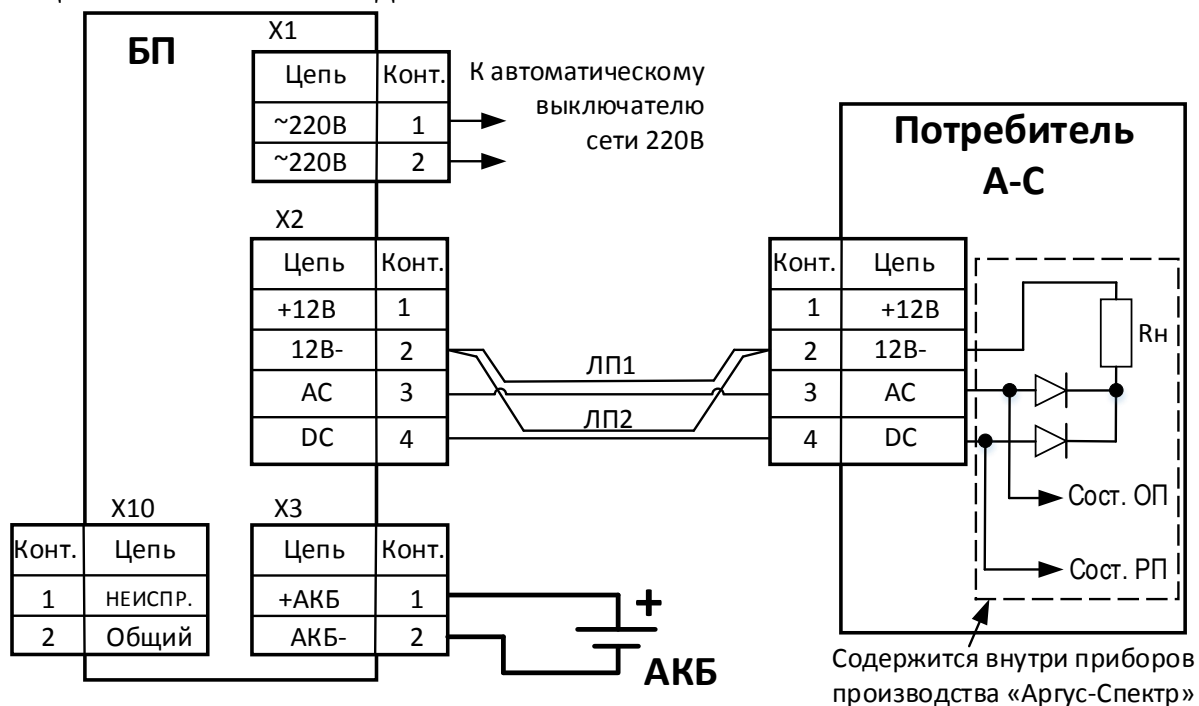
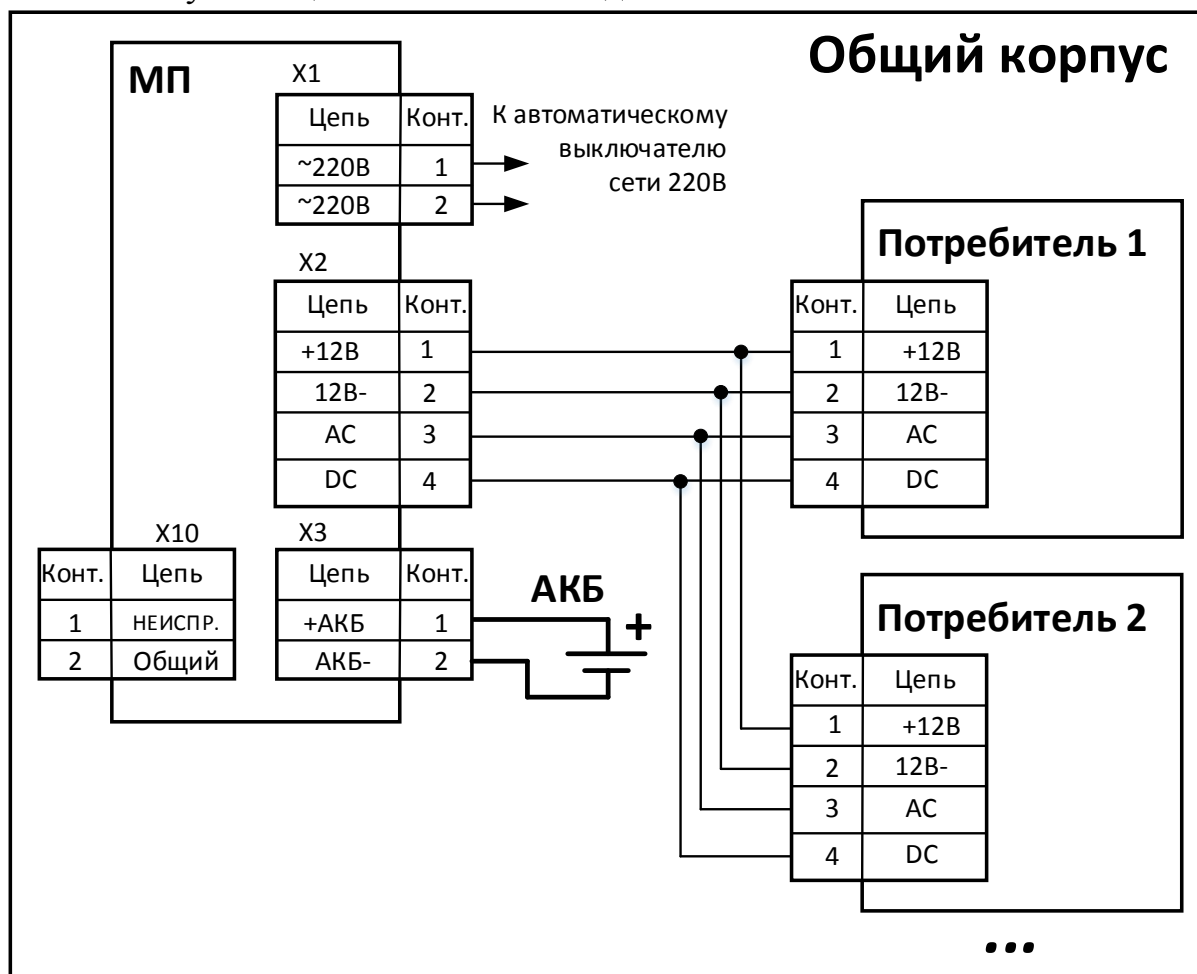

Рисунок 1
Рисунок 2
10. Подключите нагрузку установкой клеммной колодки "+12V- AC DC" согласно схемам подключения (см. Рисунок 1, Рисунок 2).
11. Схема подключений при удаленном размещении потребителя производства «Стрелец» представлена на Рисунок 1. Неиспользуемые цепи оставить неподключенными.
12. Схема подключений при размещении потребителей производства «Стрелец» внутри одного корпуса БП представлена на Рисунок 2. Неиспользуемые цепи оставить неподключенными.